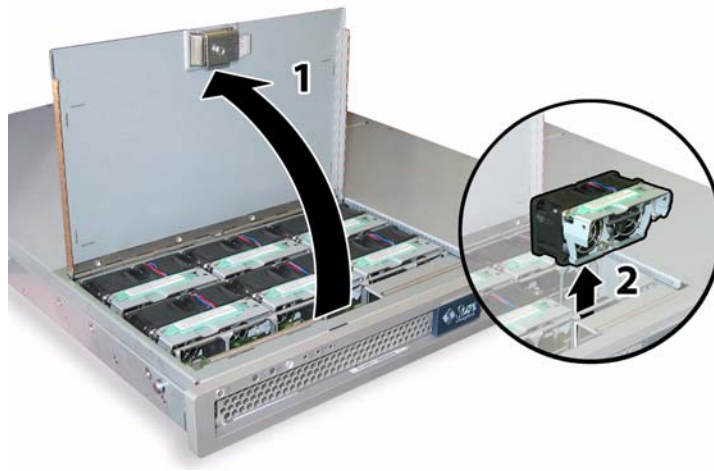

図 3-18 ファンベイのドア開放とファンモジュール取り外し
3. ファンベイのドアを開いて保持します。図 3-18 を参照してください。